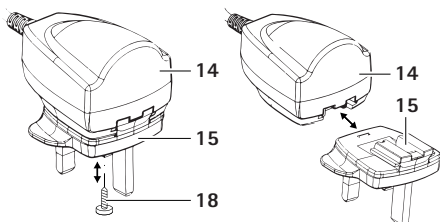

Fig. 3
- Soltar el tornillo de fijación **18** del adaptador **15**, ver Fig. 3.
- Deslizar el adaptador **15** sobre la fuente de alimentación **14** hasta que encaje el bloqueo **16**, ver Fig. 3.